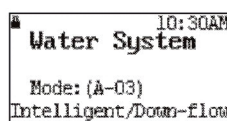

рис.9C
- Режим работы системы, например A-03 ("умный режим", т.е. отложенная регенерация с расчетом резервного ресурса воды / нисходящий поток), (рис. 9C),